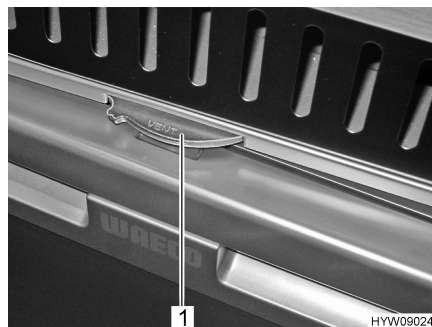

Fig. 66 Dispositif de verrouillage de la porte du réfrigérateur
- Tourner la roue de verrouillage (Fig. 66,1) jusqu'en butée vers la droite ("Lock"). La position "Lock" reste réglée pendant tout le temps du fonctionnement.
- Tourner la roue de verrouillage (Fig. 66,1) jusqu'en butée vers la gauche ("Vent").